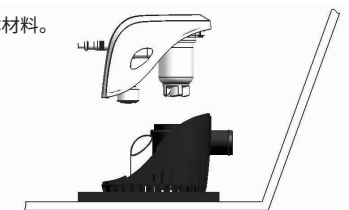

图3
- 清洁过滤网:按住两边的卡扣提起泵就可以清洗了。见(图3)